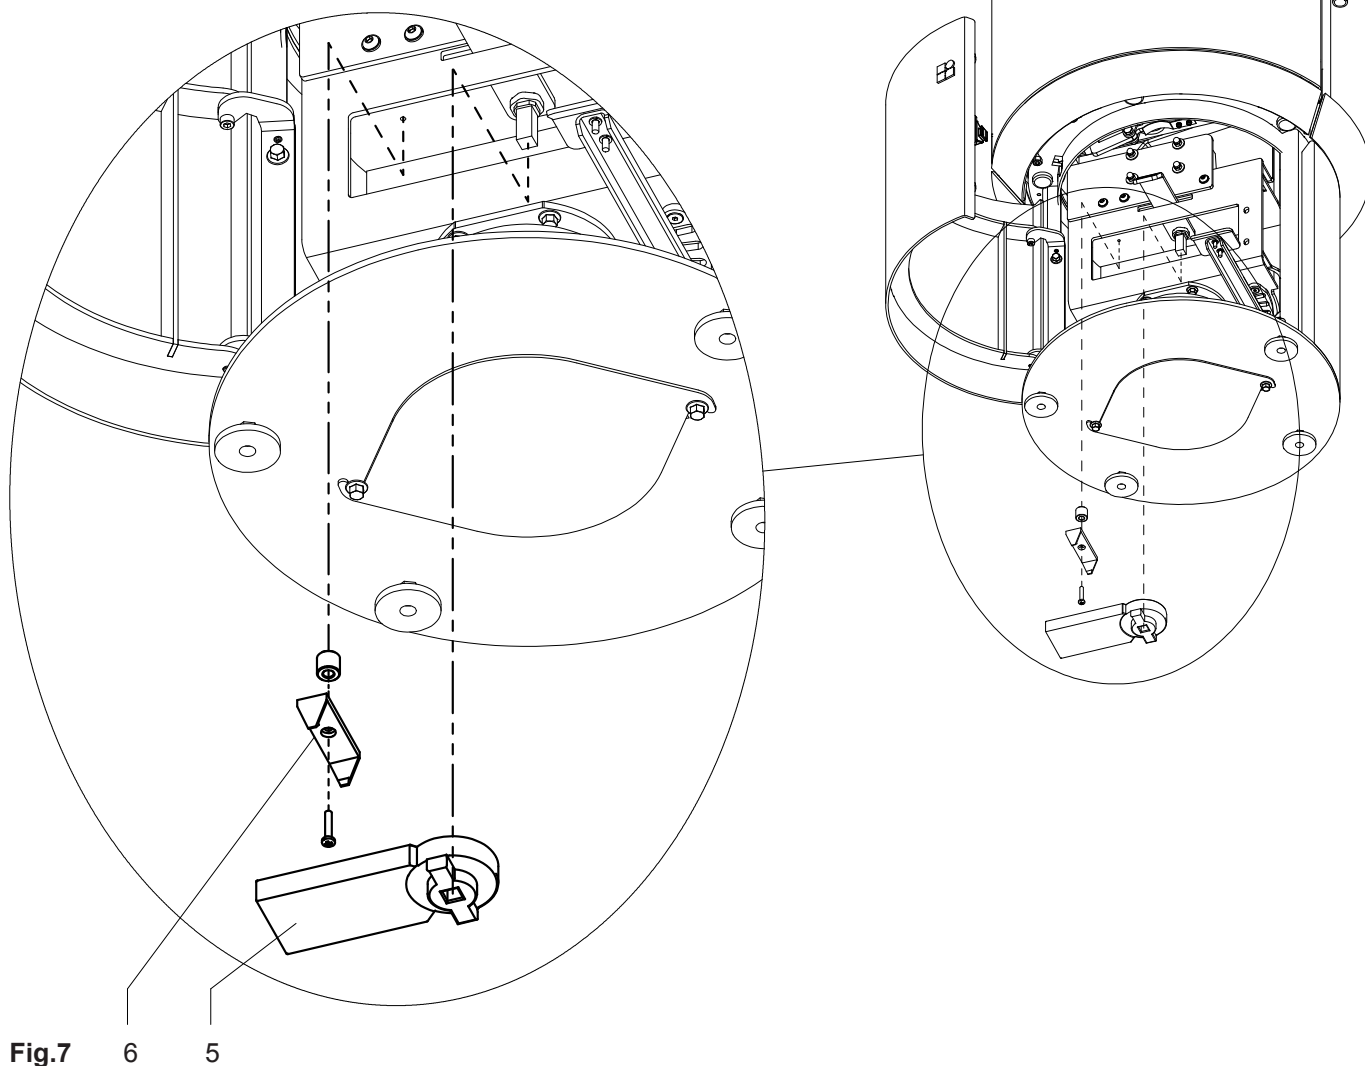

Fig.7
- Klembeugel van kunststof (6) met afstandhuls op de motorconsole vastschroeven. Servomotor (5) op de rotatieas van de luchtschuifhevel schuiven en in de klembeugel van kunststof vastklikken (Fig.7).